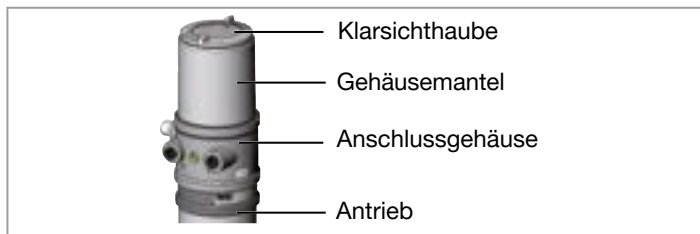

Bild 13: Steuerkopf öffnen
- ▶ Beim Abschrauben und Einschrauben der Klarsichthaube nicht am Antrieb des Prozessventils sondern am Anschlussgehäuse gegenhalten (siehe „Bild 13: Steuerkopf öffnen“).